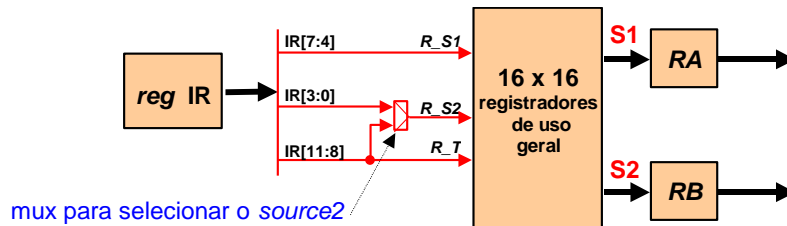

Figura 3 - Hardware para a leitura dos registradores fonte.
- A Figura 3 ilustra os componentes de hardware necessários para a leitura dos registradores fonte.